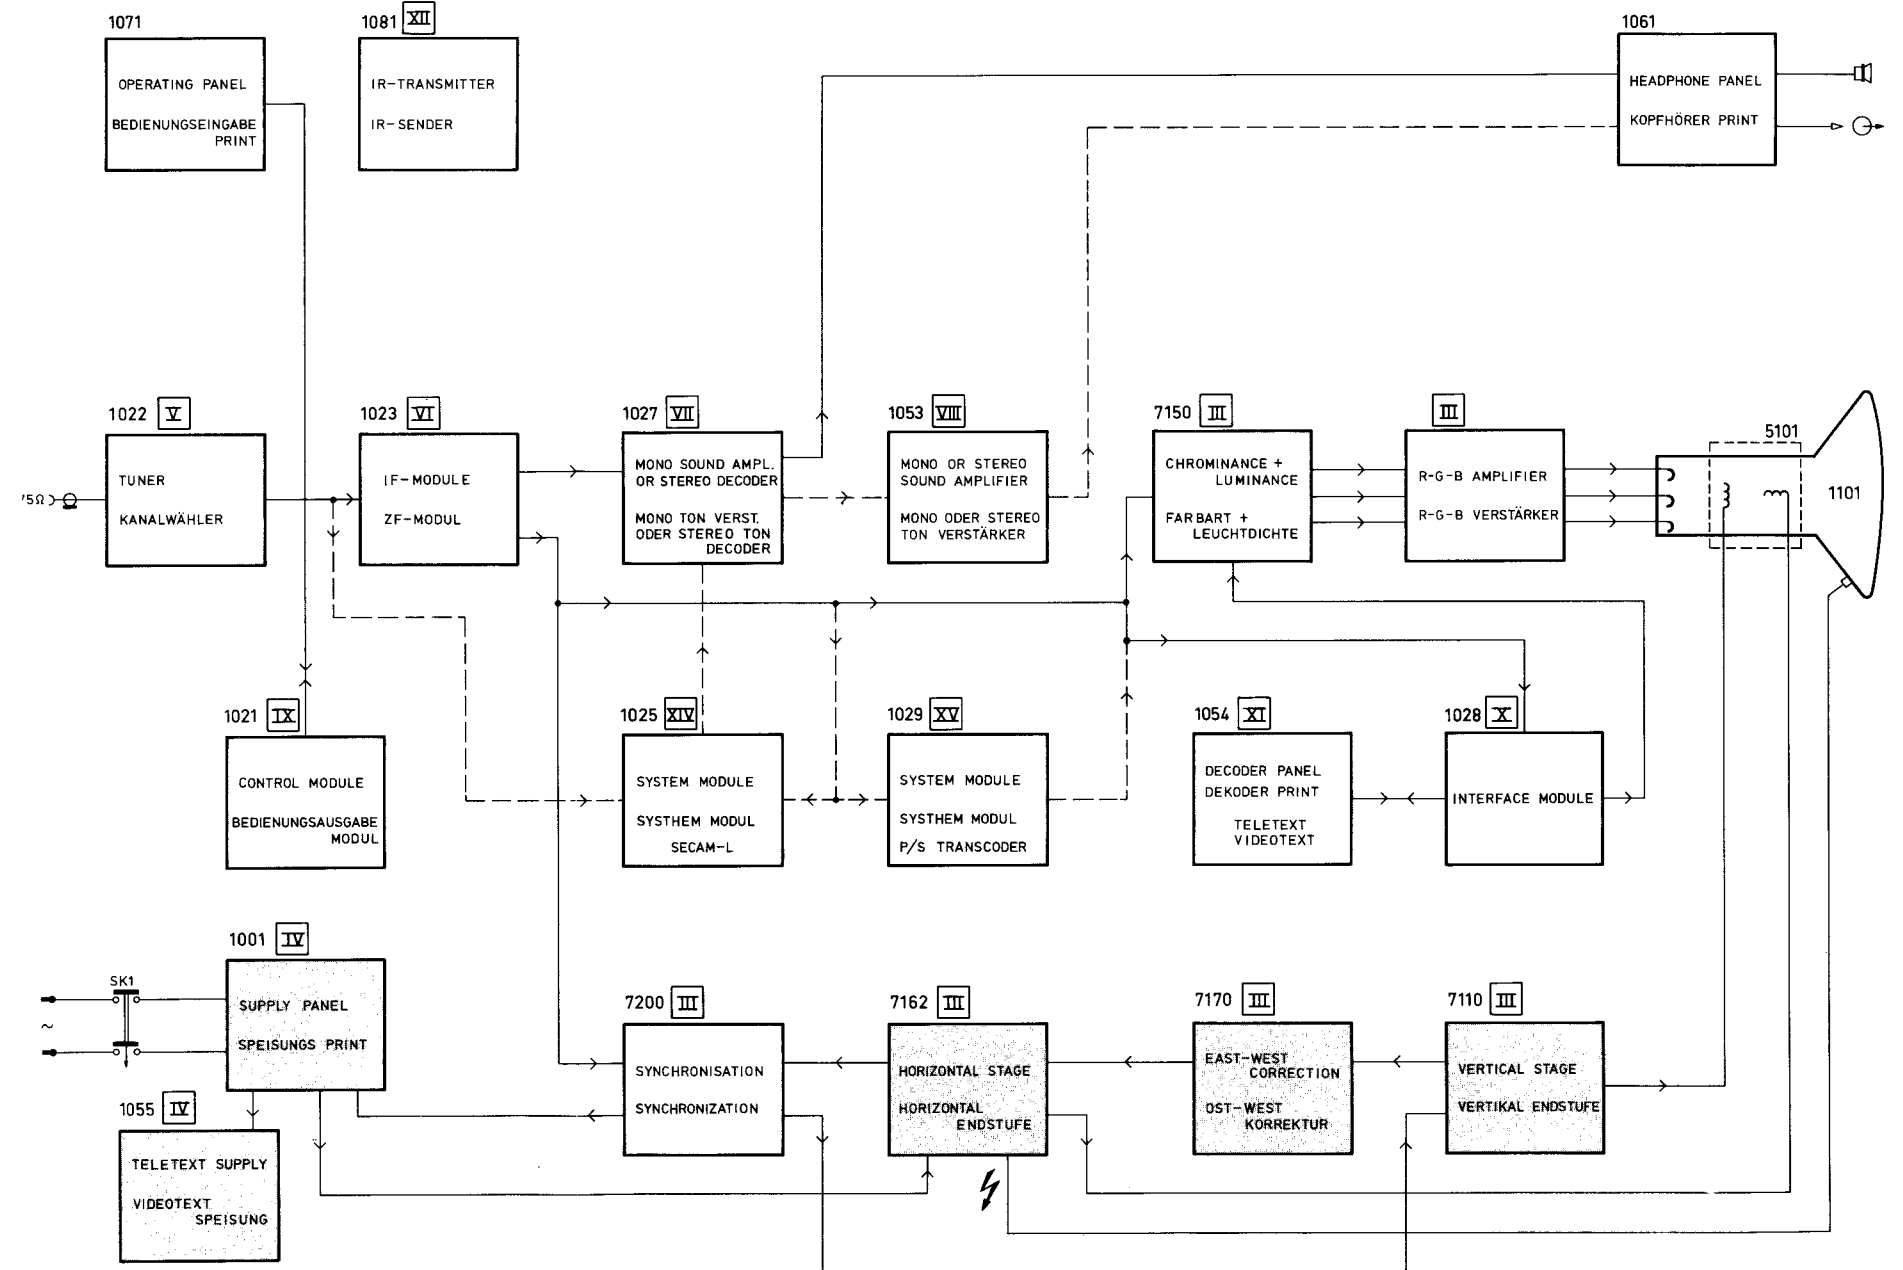

Fig. I-1
2. Ein Gerät stellt sich zusammen aus einem herausklappbaren Chassis, einer Stromversorgungsplatte am Gehäuseboden und der Bedienungsleiste. An der Gehäuseseite lassen sich zusätzliche Moduln unterbringen. In dem Chassisrahmen sind die Kleinsignalplatte und die Grosssignalplatte angeordnet. Die Kleinsignalplatte im K40-Chassis ist der im KT4-Chassis gleich, während die Grosssignalplatte abweicht, da die benötigten Ablenkströme für das K40-Chassis grösser als jene für das KT4-Chassis sind. In Bild I-1 ist der Aufbau in einem Blockschaltbild dargestellt. Die grünen Blöcke befinden sich auf der Kleinsignalplatte und die roten Felder befinden sich auf der Grosssignalplatte. Die blauen Blöcke stellen die Versorgungsspannungen dar und die nicht-gefärbten sind die weiteren Blöcke. Das Vorhandensein eines bestimmten Blocks wird durch die Typennummer des Geräts bedingt.
1. Die Grunddokumentation für "System 4" ist auf 15 Kapitel aufgeteilt. Die Kapitel sind durch numeriert und mit Reitern versehene Blätter voneinander getrennt. Dem mit einem Reiter versehenen Blatt I ist das Inhaltsverzeichnis vorausgeschickt. In jedem Kapitel wird ein einziger, bestimmter und technisch vollständiger Teil dargelegt. So lassen sich etwa sämtliche Angaben über die Stromversorgungsplatte ("supply panel") mit der Positionsnummer 1001 in Kapitel IV auffinden. In jedem Feld in Bild I-1 ist die Kapitelnummer in einem Rechteck angeordnet und die Positionsnummer befindet sich daneben. Diese Bezeichnungen sind auch in dem Prinzipschaltbild aufgeführt. Da es mehrere Ausführungen dieser Stromversorgungsplatte geben wird, ist Kapitel IV in Abschnitte - mit Grossbuchstaben gekennzeichnet - unterteilt. Jeder Abschnitt enthält dann sämtliche Angaben einer bestimmten Ausführung. Die Angaben in den Feldern zu denen in Bild I-1 keine Kapitelnummer vermerkt ist, sind in der Dokumentation des entsprechenden Gerätetyps vorzufinden.